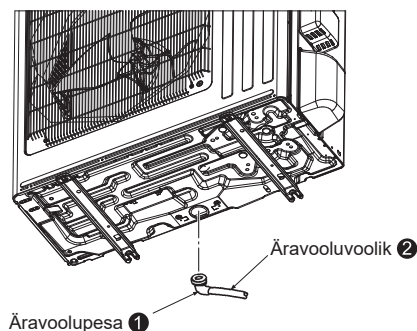

Fig. 4-1
4. Äravoolorud välisseadmele (Fig. 4-1)